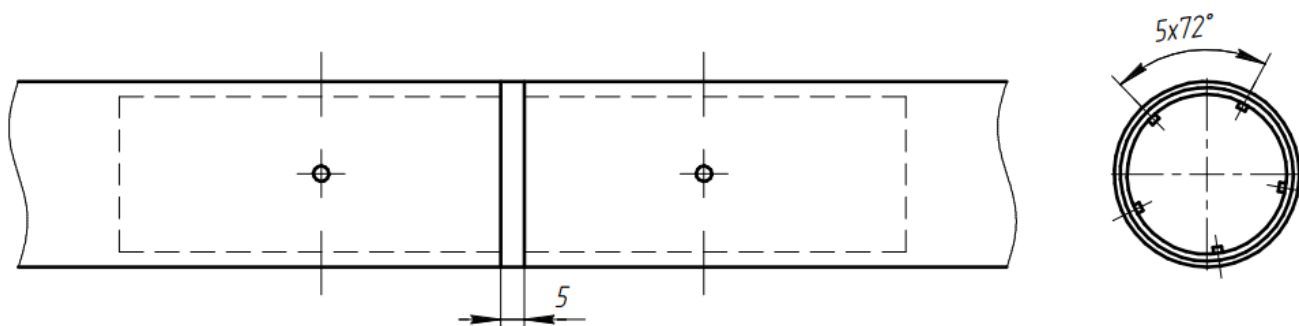

Рис. 3 – Схема соединения валов
2) Непосредственно перед местом монтажа, на полу, размотать и отделить полотно от всех частей вала. Согласно схеме, изображенной на рис. 3, соединить части вала через прилагаемые проставки и заклепать 5-ю заклепками; после чего смотать полотно. Перехлест полотен в местах соединения валов при этом должен составлять 60 мм.